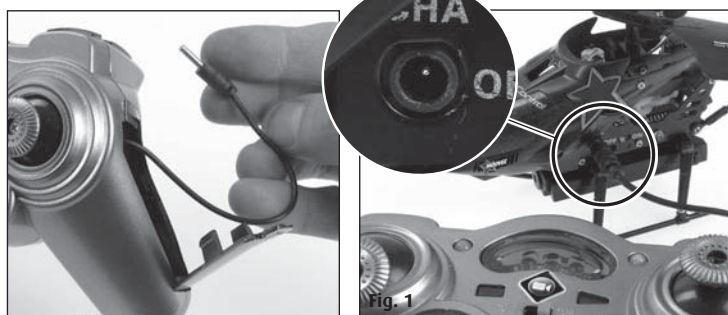

Fig. 1
2. Introduire la fiche du câble de chargement avec précaution dans la prise de chargement de l'hélicoptère (Fig. 1). La fiche doit glisser aisément dans la prise - NE PAS FORCER. Si la fiche n'est pas bien enfoncée dans la prise, l'hélicoptère pourrait être endommagé et présenter éventuellement un danger d'accident.
- b. Introduire la fiche du câble de chargement avec précaution dans la prise de chargement de l'hélicoptère (Fig. 1). La fiche doit glisser aisément dans la prise - NE PAS FORCER. Si la fiche n'est pas bien enfoncée dans la prise, l'hélicoptère pourrait être endommagé et présenter éventuellement un danger d'accident.
Le régulateur de portance (régulateur de gauche sur la télécommande) doit être orienté vers le bas avant le démarrage. Placer ensuite le bouton de marche de la télécommande sur «ON» (Fig. 1), le voyant LED rouge s'allume. Choisissez le canal A, B ou C en déplaçant le bouton.